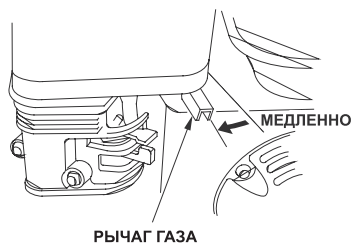

Рис.11 Положение рычага газа при пуске
7.1.3. Переместите рычаг газа из позиции «МЕДЛЕННО» на 1/3 в направлении позиции «БЫСТРО» (см. рис.11).